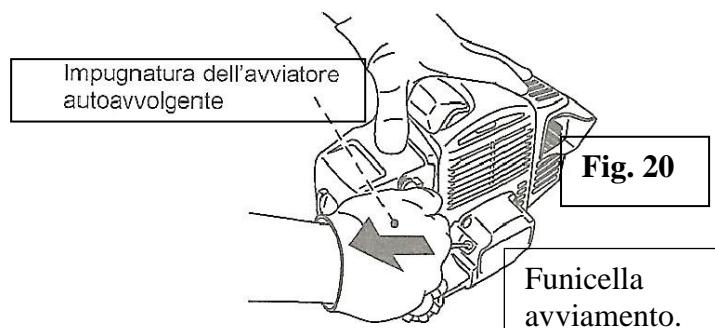

Fig. 20
- Ponete la leva della cuffia aria in posizione CHIUSO (vedi fig. 19), tirate la funicella avviamento (vedi fig. 20) da 1 a 2 volte al massimo fino al raggiungimento dei primi scoppetti. Anche se non si dovessero sentire gli scoppetti, riportate la leva sulla cuffia in posizione APERTO.
- Tirate nuovamente la funicella avviamento (**vedi fig. 20**) fino all'accensione del motore. Se il motore non parte dopo il quarto strappo ripetere le operazioni come da primo punto. Mai tirare a fine corsa la funicella avviamento per non danneggiare il meccanismo di aggancio.
- Tirate la funicella avviamento (**vedi fig. 20**) fino all'accensione della macchina. Mai tirare a fine corsa per non danneggiare il meccanismo di aggancio.